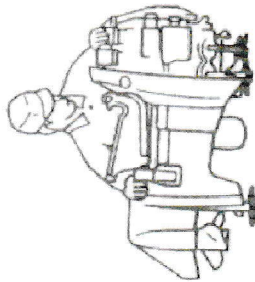

Рис. 38. Последовательность ухода (2)
2) Выкрутить свечи зажигания, повернуть мотор отверстиями для свечей зажигания вниз и встряхнуть несколько раз для удаления воды, скопившейся внутри двигателя (См. Рис. 38);